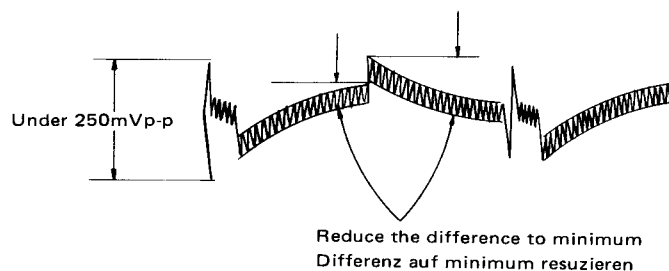

Fig. 35 Abb. 35
**Preparation Step.** ( See Fig. 35)
**Vorbereitung** ( s. Abb. 35)